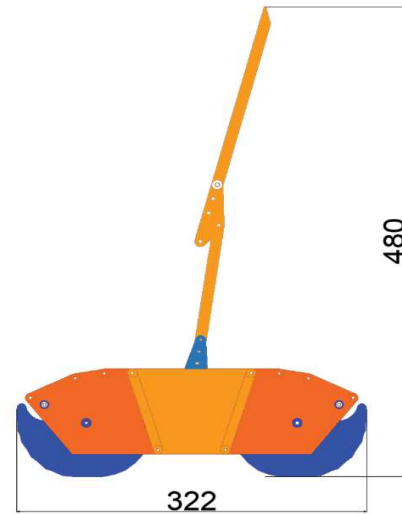

図2. スタート時の姿勢及び寸法[mm]
- ・スタート時は図2のようにアームを上まであげて規定内に収める。